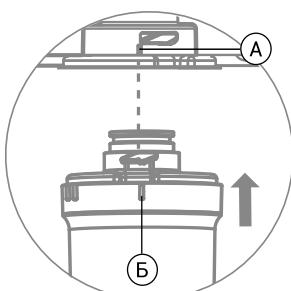

Рис. 4
3. Совместите метку «I» (A) на скобе фильтра и метку «I» (Б) на картридже (рис. 4).